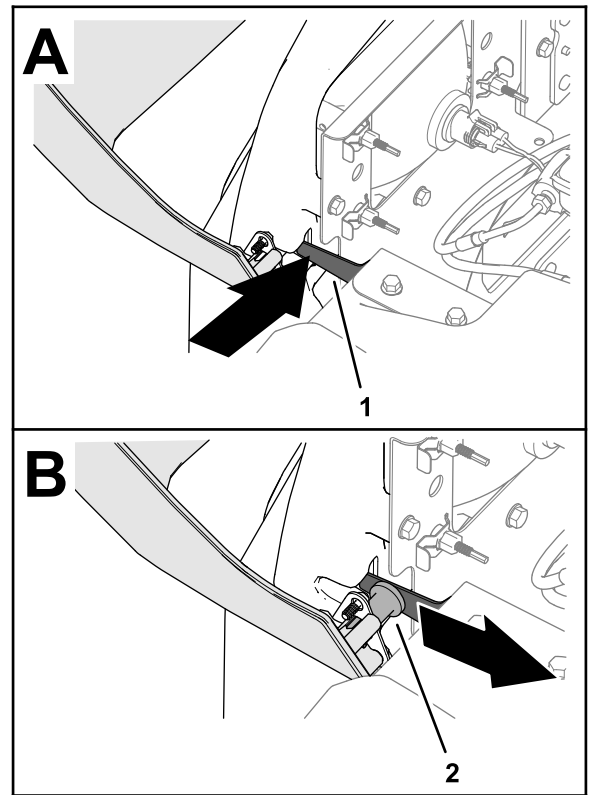

图 41
3. 在支撑住机罩的同时向内推动枢轴门锁并向后移动机罩直到机罩的柱销脱离门锁图 41。